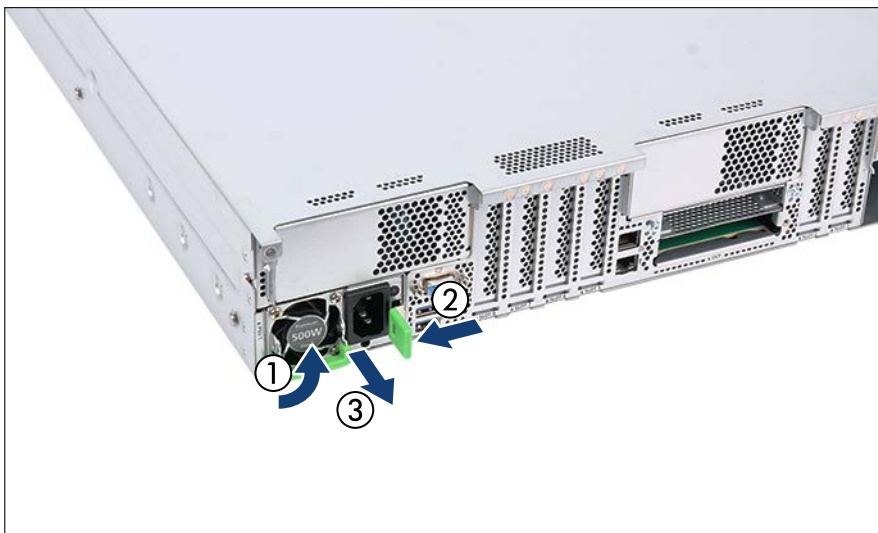

Bild 50: Netzteil entfernen
- ▶ Entfernen Sie das Netzteil (siehe Bild 50) und bauen Sie das neue Netzteil vorsichtig ein.